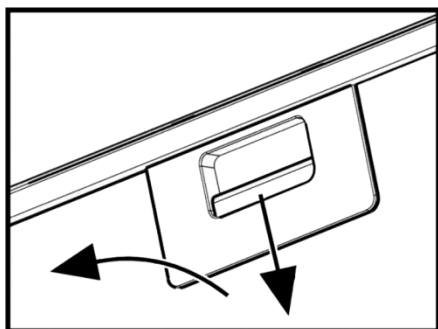

Рис.7
7.10 Для зняття алюмінієвого фільтра (рис.7) слід натиснути на пружинну засувку і, потягнувши на себе і вниз, зняти фільтр з панелі. Установку фільтра виконати в зворотному порядку. **Не встановлюйте фільтр після миття до його повного висихання.**